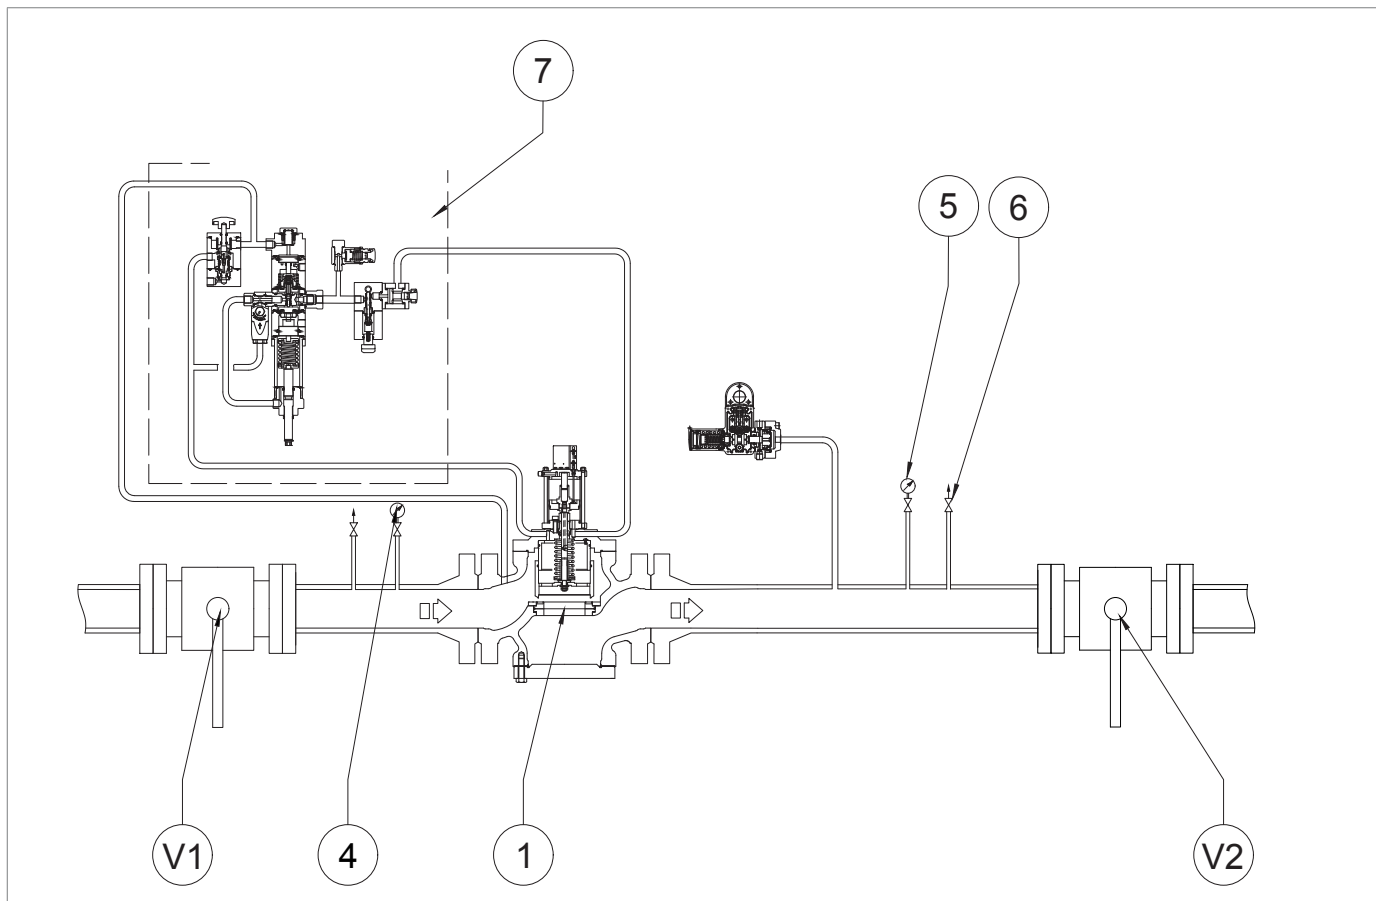

Fig. 8.11. Tenuta in chiusura della valvola di blocco HBC 975
1	<p>Aumentare la pressione di valle fino al valore di intervento della valvola di blocco, agendo sul regolatore principale, per verificare la corretta taratura.</p> <div style="border: 1px solid blue; padding: 2px;"> <p>! AVVISO!</p> </div> <p>Controllare la pressione facendo riferimento al manometro (fig. 8.11, rif. 5) posto a valle del regolatore principale.</p> <p>Se la valvola di blocco:</p> <ul style="list-style-type: none"> • interviene prima del valore di pressione previsto: avvitare (senso orario) la ghiera di regolazione (13) così da comprimere maggiormente la molla (11); • non interviene al valore di pressione previsto: svitare (senso antiorario) la ghiera di regolazione (13), così da scaricare la molla (11).
2	Diminuire la pressione del tratto di valle aprendo lo sfiato (fig. 8.11, rif. 6) per portarla fino al valore di taratura del regolatore principale.
3	Chiudere lo sfiato (fig. 8.11, rif. 6).
1	Aprire lo sfiato (fig. 8.11, rif. 6) in atmosfera e tenerlo aperto per le fasi successive.
2	<p>Diminuire la pressione a valle fino alla pressione minima richiesta di intervento del blocco, agendo sul regolatore principale.</p> <div style="border: 1px solid blue; padding: 5px;"> <p>! AVVISO!</p> <p>Controllare la pressione facendo riferimento al manometro di valle (fig. 8.11 rif. 5).</p> <p>Se la valvola di blocco:</p> <ul style="list-style-type: none"> • interviene prima del valore di pressione previsto: svitare (senso antiorario) la ghiera di regolazione (15) così da scaricare la molla (17); • non interviene al valore di pressione previsto: avvitare (senso orario) la ghiera di regolazione (15), così da comprimere maggiormente la molla (17). </div>
5	Riaprire lo sfiato (fig. 8.11, rif. 6).
10	Chiudere lo sfiato (fig. 8.11, rif. 6).